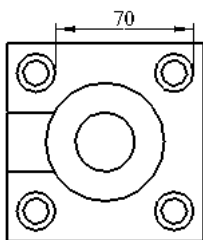

图 5.2.48 尺寸显示
- 如果在 **▼ ARC PNT TYPE (弧/点类型)** 菜单管理器中选择 **Tangent (相切)** 命令，再在 **▼ DIM ORIENT (尺寸方向)** 菜单中选择 **Horizontal (水平)** 命令，则视图中的尺寸显示如图 5.2.48 所示，尺寸标注时尺寸界线相切于哪一侧取决于在选取圆弧时所选取的圆弧上的点的位置。